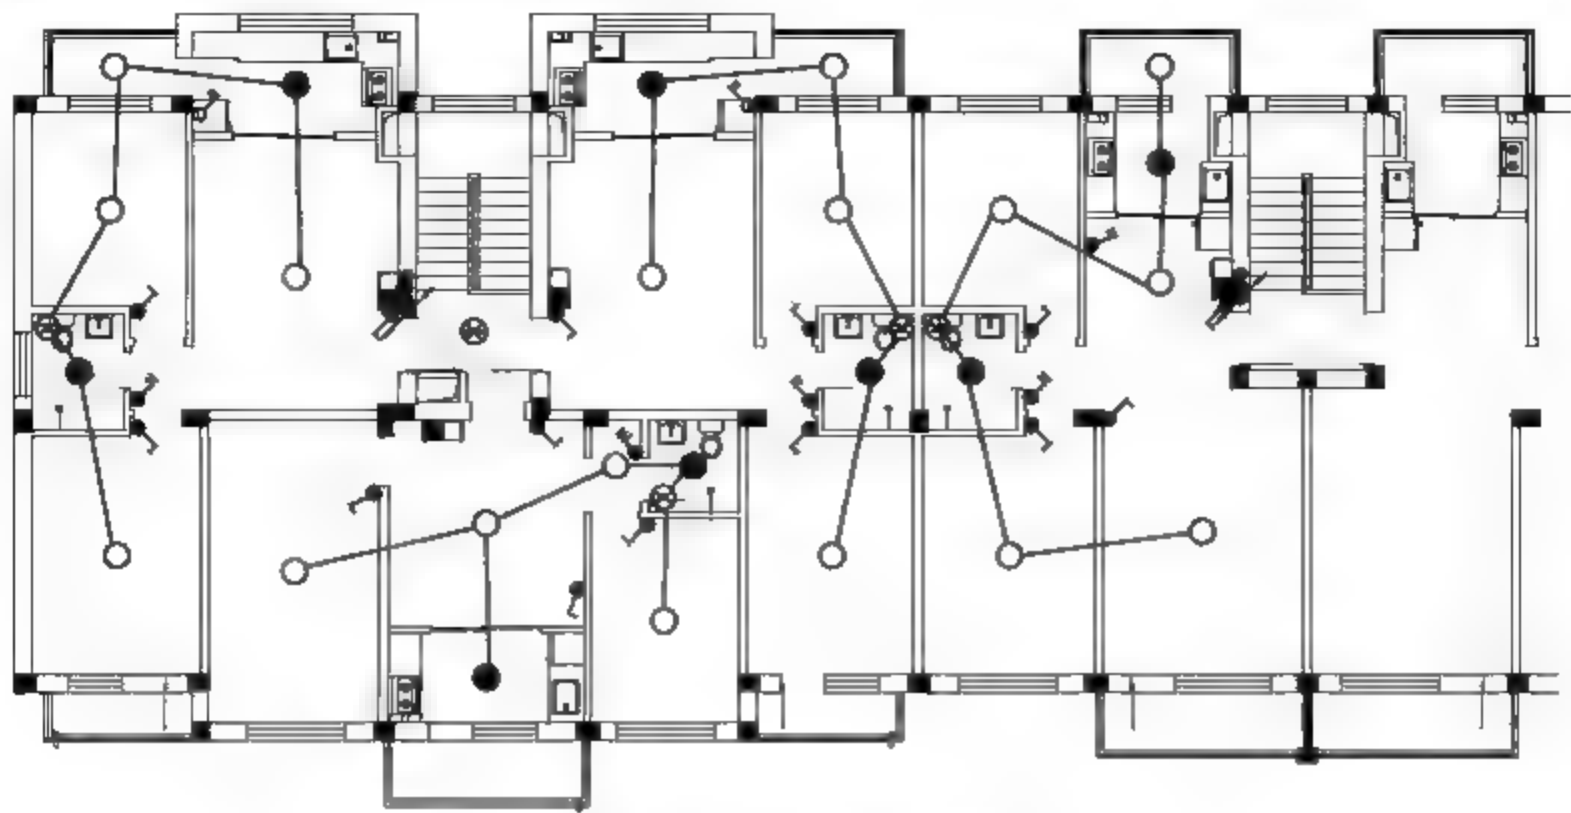

图12-8 绘制连接线路
**06** 调用PL【多段线】命令，输入W，选择【宽度】选项，设置起点宽度、端点宽度均为50，绘制灯具之间的连接线路，结果如图12-8所示。